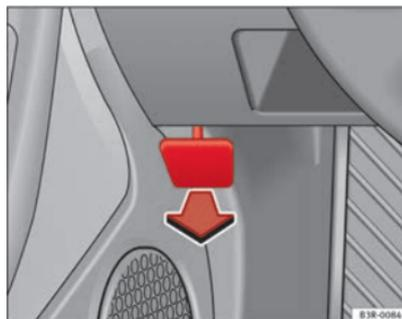

Fig. 164 Pormenor da zona dos pés do lado do condutor: manípulo para a destrancagem do capot do motor.
- Puxar o manípulo existente por baixo do painel de instrumentos ⇒ Fig. 164 no sentido da seta.